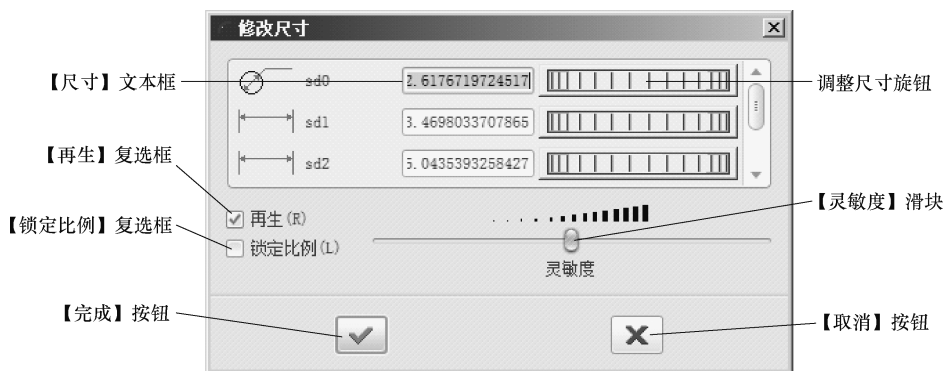

图 3-96 【修改尺寸】对话框
(3) 单击【草绘器工具】工具栏中的【修改】按钮 .
(4) 弹出如图 3-96 所示的【修改尺寸】对话框，在该对话框中修改尺寸值。
(5) 单击  按钮完成尺寸的修改。